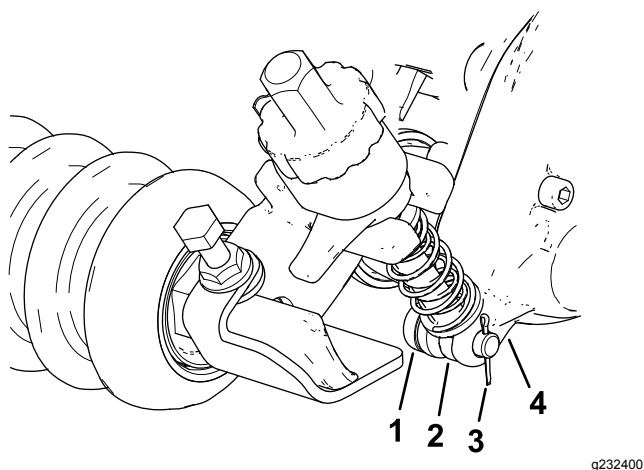

**Figure 12**
- Lorsque le cylindre est bloqué, serrez la tête hexagonale de l'arbre du boîtier d'entraînement à un couple de 135 à 150 N·m (100 à 110 pi-lb); voir Figure 12.
3. Du côté ensemble tendeur, alignez la tige du bras de réglage du support de hauteur de coupe sur le collet de réglage, et fixez-la en place avec une goupille de réglage et une goupille fendue (Figure 12).